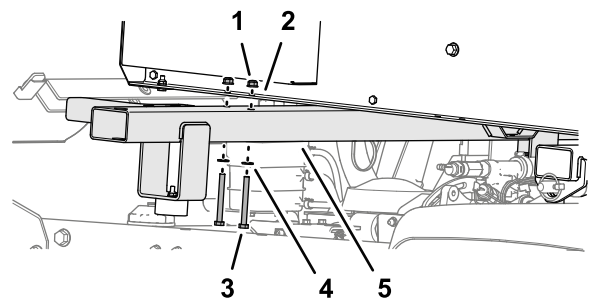

Bild 15
2. Heben Sie die vordere Querstrebe zur Schiene des Topdressers und befestigen Sie die Querstrebe mit zwei Kopfschrauben (5/16" x 3"), 2 Scheiben (5/16") und 2 Sicherungsbundmutter (5/16") an der Schiene (Bild 15).